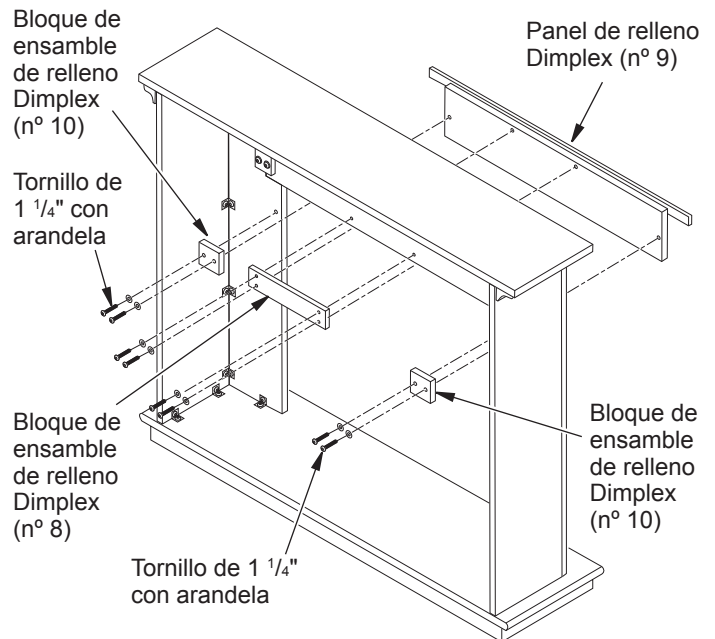

Figura 5 - Cómo fijar el panel de relleno Dimplex
1. Coloque el panel de relleno Dimplex (n° 9) en su sitio, sobre la parte anterior de la repisa con la banda de adorno hacia afuera, cubriendo la junta entre el panel y la repisa (consulte la figura 5).